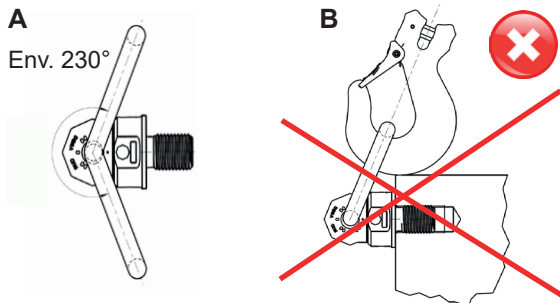

Fig. 1 :
- La CMU indiquée sur l'anneau de levage ne doit en aucun cas être dépassée (excepté pour les charges verticales et en cas d'utilisation optimisée avec un maillon aligné - cf. *Fig. 1* et *Tableau 3*).
- Le maillon de suspension d'un VWBG aligné manuellement peut être pivoté de 230° (Fig. 1 - A).
Le maillon de suspension ou l'accessoire de levage suspendu doit pouvoir bouger librement dans le VWBG et ne doit pas s'appuyer sur le bord de la charge ni sur le corps du VWBG (Fig. 1 - B).